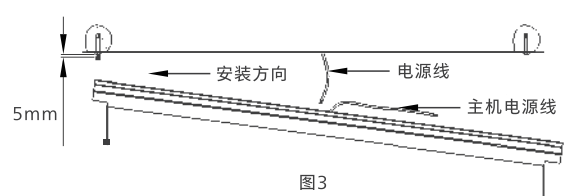

图3
1. 如图3，小心托起主机，将主机装入膨胀螺丝及垫片并用螺母拧紧。